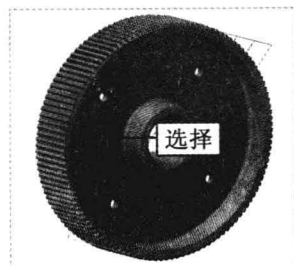

图 9-57 选择投影曲面
Step 05 单击鼠标中键,在模型上选择投影曲面,如图 9-57 所示。